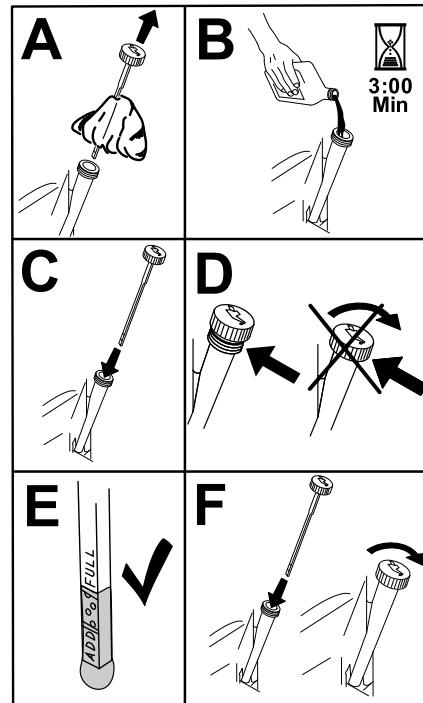

Figure 56
- Versez lentement environ 80 % de l'huile spécifiée dans le tube de remplissage, puis faites l'appoint lentement pour faire monter le niveau jusqu'au repère maximum (**Full**) (Figure 56).